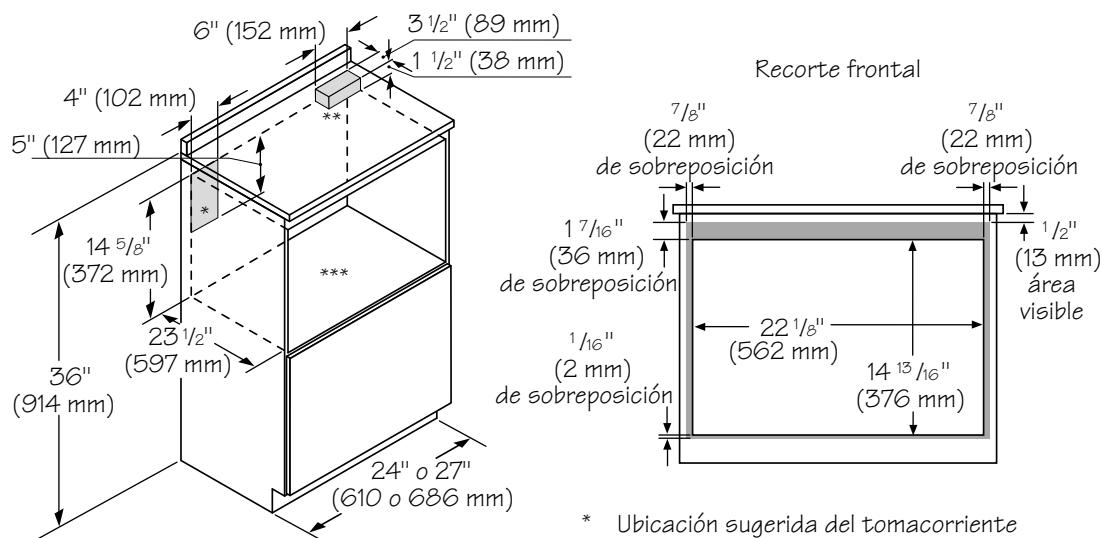
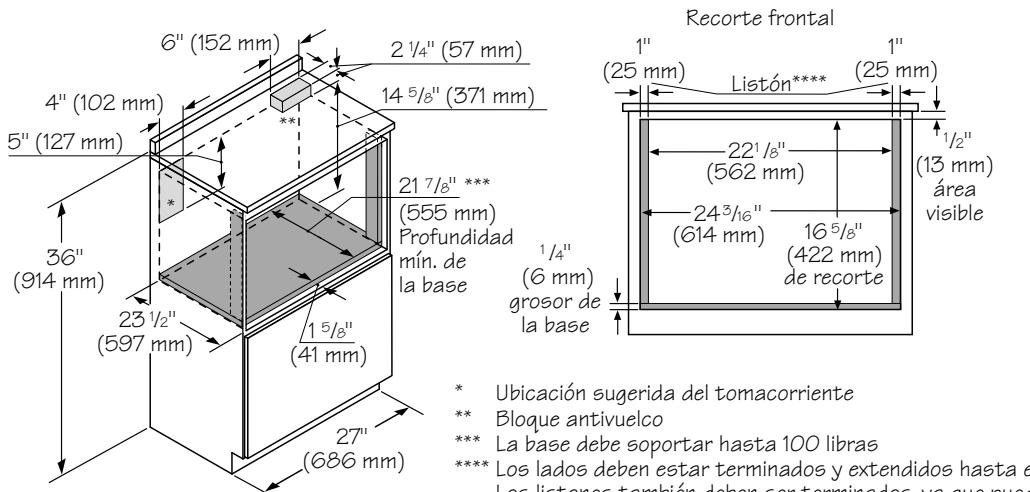
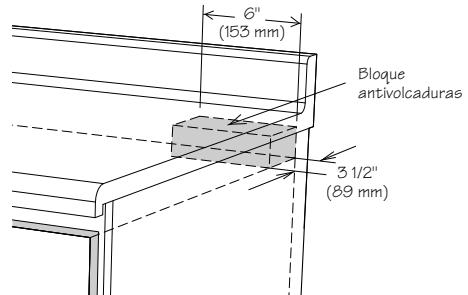
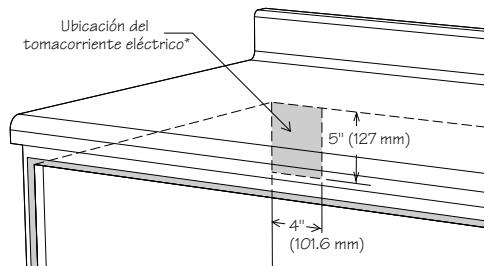

Figura 3
Figura 4
Figura 5
Figura 6
- Por razones de seguridad no instale el Horno MicroDrawer™ en un gabinete que se puedan incendiar y que no esté de acuerdo con las distancias y dimensiones indicadas en las "mediciones del Horno MicroDrawer™" en la siguiente sección. Vea la figura 3 (instalación estándar) o la figura 4 (instalación al ras).
• Las dimensiones mostradas en la Figura 3 (instalación estándar) o Figura 4 (instalación al ras) Las dimensiones suministradas proporcionan un espacio libre mínimo. Ubique el tomacorriente eléctrico en el área cubierta en la esquina superior izquierda del recorte. Vea la Figura 6.
Para reducir el riesgo de volcadura de la gaveta, el bloque antivolcaduras debe ser instalado correctamente a una distancia de 14 13/16" (instalación estándar) y 14 5/8" (instalación al ras) por encima de la superficie en la cual se apoyará el Horno MicroDrawer™. El bloque antivolcaduras de 6" debe ser suministrado por el instalador. Vea la Figura 3 (instalación estándar) o Figura 4 (instalación al ras) y Figura 5. El bloque antivolcaduras previene lesiones graves que podrían ser ocasionadas por derrames de líquidos calientes.